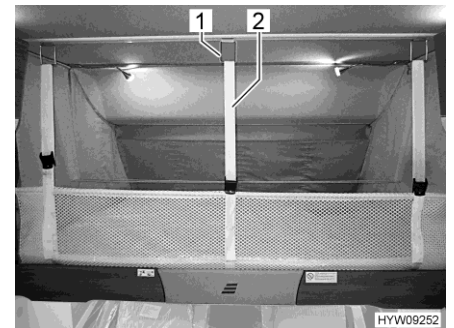

Fig. 107 Filet de sécurité (lit escamotable)
- Desserrer les sangles de sécurité (Fig. 107,2) et ranger le filet de sécurité sous le matelas.
- Suspendre les sangles de sécurité (Fig. 107,2) aux crochets (Fig. 107,1) situés au plafond.